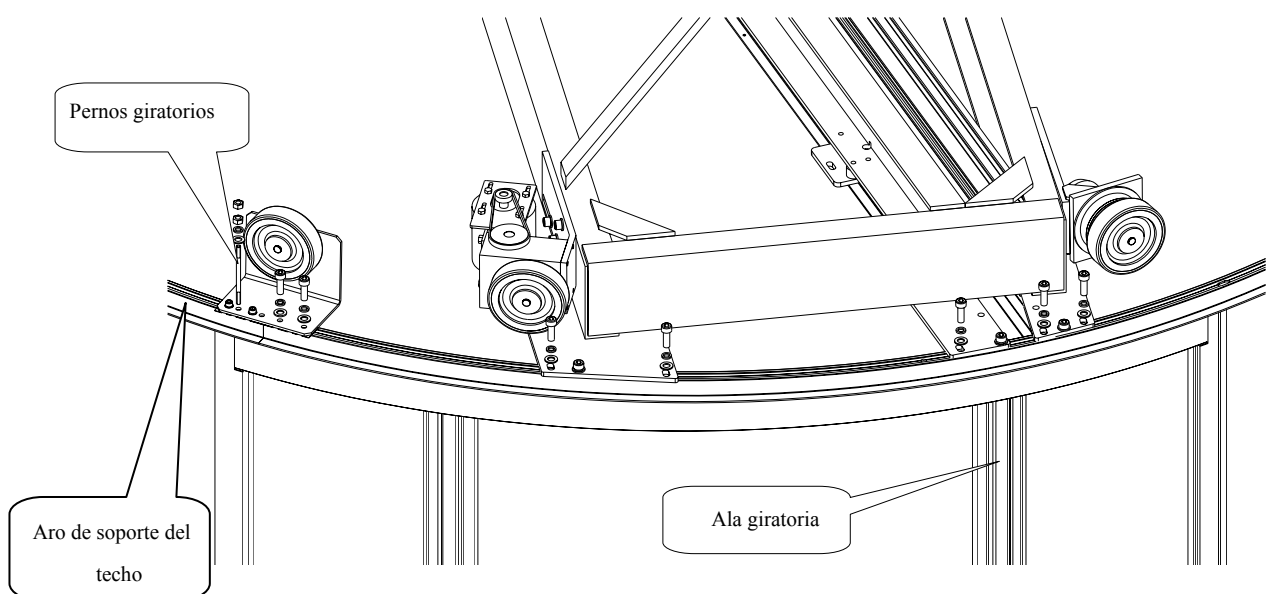

Figura 16 - 1
16.1 Fije el ala giratoria en el panel de conexión de la viga principal y el panel de conexión de las ruedas accesorias con 7 juegos de tornillos con hexágono interior M8×80, espaciadores 8×24 (espesor 5 mm) y espaciadores de resorte. Apriete debidamente los tornillos. Apriete el perno del ala giratoria en la chapa de conexión (para consultar la posición de la chapa de conexión, véase la Figura 15-6). Fije el perno del ala giratoria en el panel de conexión de las ruedas accesorias con un juego de tuercas M8 (2 piezas), un espaciador plano y un espaciador de resorte (Figura 16 - 1). No apriete primero la tuerca. Ajuste la distancia entre el ala giratoria y el segmento de pared lateral en aprox. $50 \text{ mm} \pm 2 \text{ mm}$ mediante el agujero largo del panel de conexión y, a continuación, apriete firmemente todos los pernos y tuercas.